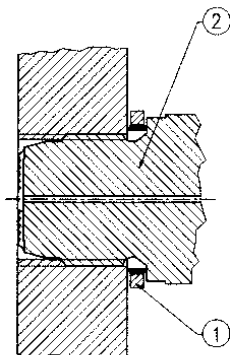
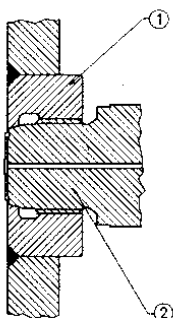

Fig. 2
Fig. 3
- Abdichten durch Dichtkonus (Fig. 3) oder Dichtring am Sechskant (Fig. 2).
- Sealing by metal cone (Fig. 3) or a gasket at the hexagon (Fig. 2).